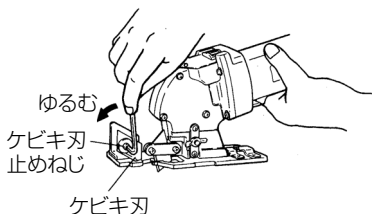

図 17
- (1) ケビキ刃を固定しているケビキ刃止めねじを六角棒スパナで、反時計方向に回してゆるめます。(図 17)